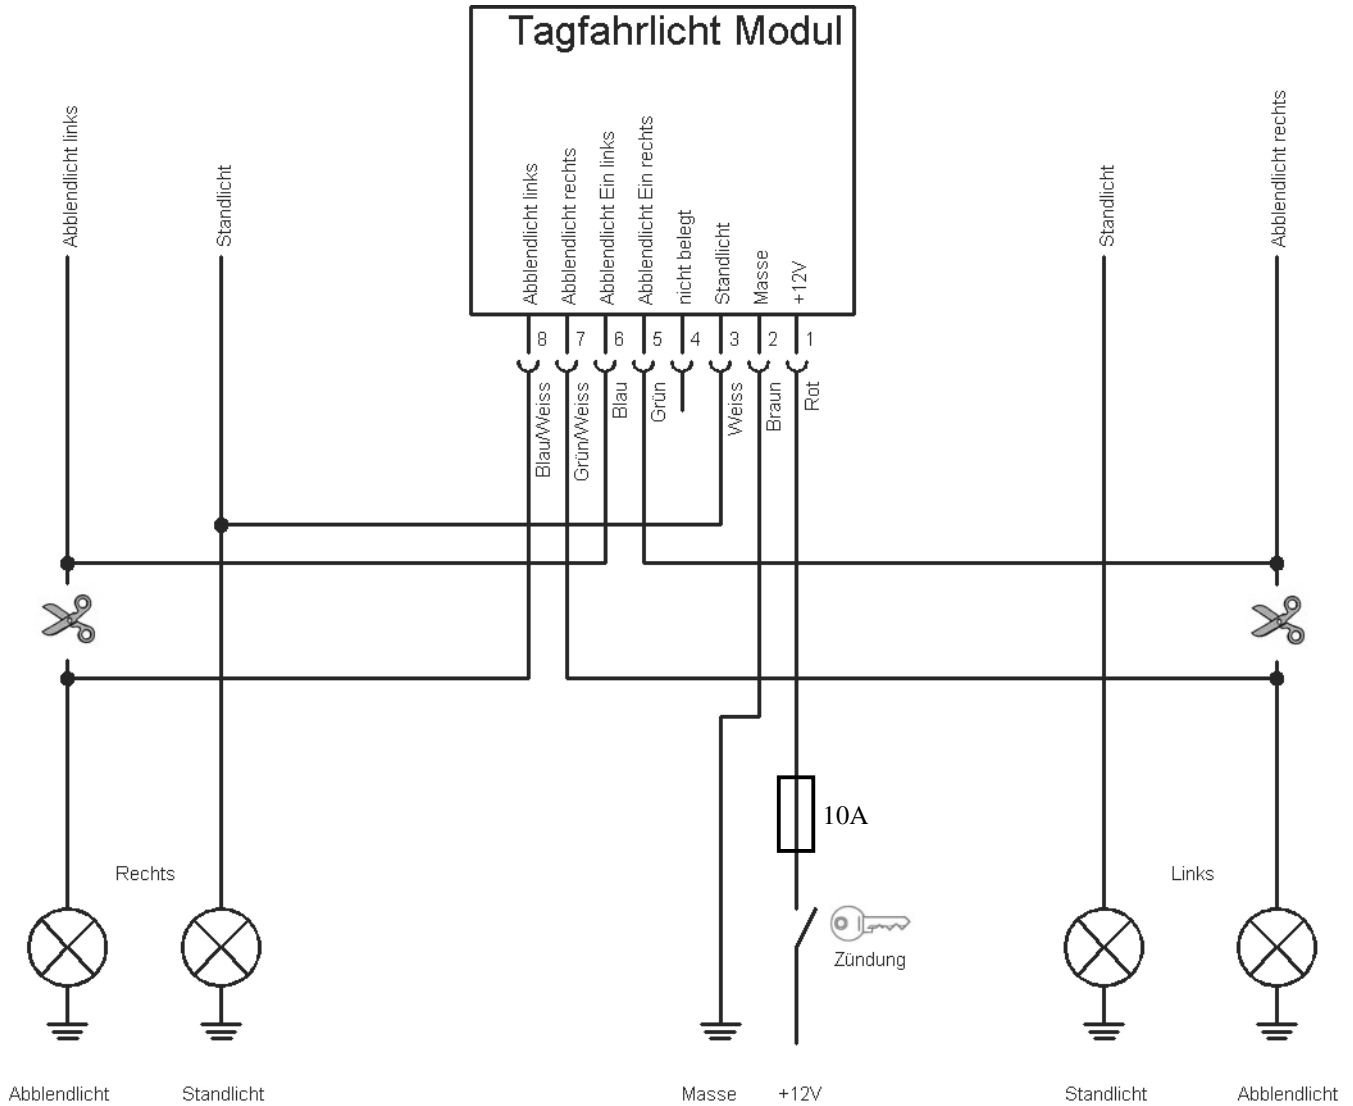

Bild 2
Das nachfolgende Bild 2 zeigt, wie das Tagfahrlicht Modul in die Fahrzeugelektronik integriert wird. Achten Sie darauf, dass alle Leitungen richtig angeschlossen werden. Ein falsches Anschliessen kann das Modul, oder sogar die Elektronik des Fahrzeugs zerstören. Die Leitungen bestehen komplett aus FLRY-A Leitungen. FLRY Leitungen sind Leitungen, die speziell für den Fahrzeugbau hergestellt werden. Alle Leitungen in einem Fahrzeug bestehen aus FLRY-Leitungen.
- Verbinden Sie die Steuerleitungen wie folgt (siehe auch Bild 2):